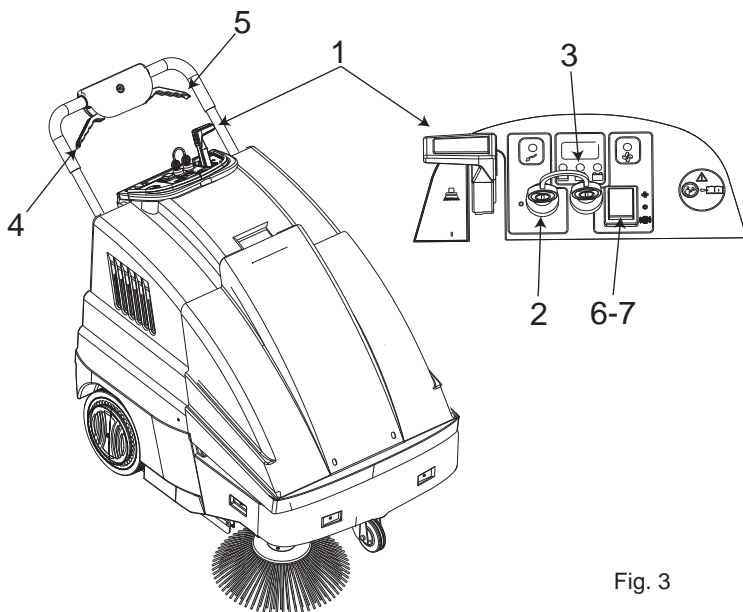

Fig. 3
- Coloque a alavanca de levantar a escova (pos. 1 Fig. 3) na posição "0".
- Certifique-se de que a escova lateral pos. 1 Fig. 3 está na posição "0".
- Coloque na posição "I" o interruptor de chave pos. 2 Fig. 3.
- Depois de ter rodado a chave, espere cerca de 10" segundos antes de a máquina arrancar. Verifique com o indicador, pos. 3 Fig. 3, se a bateria está completamente carregada antes de começar a trabalhar; caso contrário, ponha a bateria a carregar.
- Ative o aspirador colocando na posição "I" o interruptor pos. 7 Fig. 3.
Desligue o aspirador colocando na posição "0" o interruptor pos. 7 Fig. 3, quando se utiliza a máquina numa transferência.
- Puxe a alavanca de tração pos. 4 Fig. 3 e proceda à limpeza. Se for necessário, acione a alavanca pos. 1 Fig. 3 colocando-a na posição "I" para inserir a escova lateral. No final do trabalho coloque, se utilizada, a alavanca da escova lateral na posição "0", desligue a máquina e retire as chaves do painel de controlo.
A duração da carga da bateria depende da manutenção de rotina e do nível de descarga. Não deixe descer a carga da bateria abaixo do limite indicado pelas luzes piloto na pos.3 Fig.3. Uma vez atingido o nível máx. de descarga, a máquina parará e deverá ser recarregada antes de poder ser novamente utilizada.